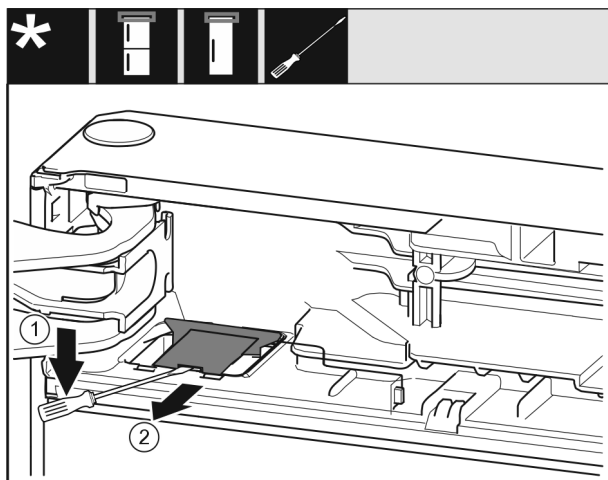

Fig. 7
- ▶ Med en flat skrutrekker løsne dekslet og ta det av. *Fig. 7 (1)*
- ▶ Ta ut dekslet. *Fig. 7 (2)*